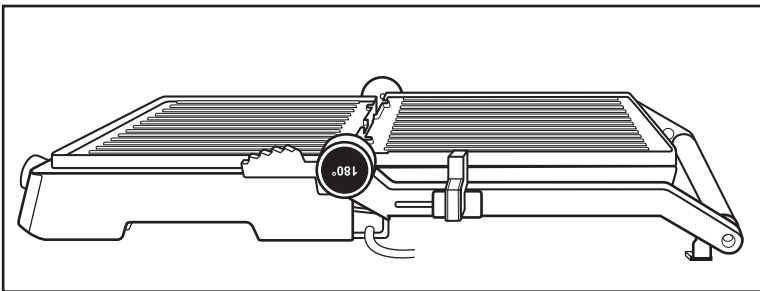

Fig. 2
- 3) Les plaques chauffantes ❷ sont maintenant l'une à côté de l'autre et peuvent être utilisées comme gril de table (fig. 2).